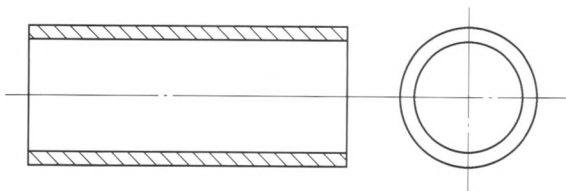
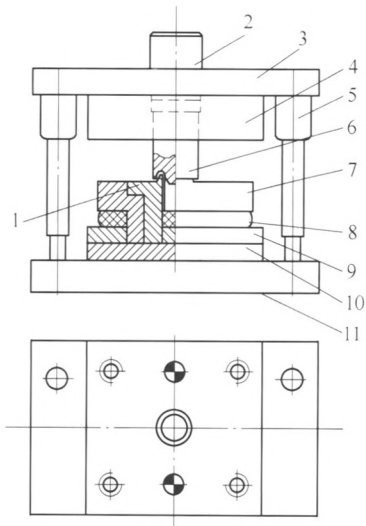

图 2 管状铆钉的坯料
图 3 冲压模冲制管状铆钉示意图
下料，如图 2 所示。冲压翻边，如图 3 所示。
(2) 把管状铆钉加工成如图 2 所示的坯料。
(3) 把坯料装夹在车床夹头上，把卷边刀装在车床尾座上的钻夹头内。
(4) 启动车床，主轴旋转，带动工件毛坯转动，通过尾座使卷边刀向前移动，与工件毛坯相接触。